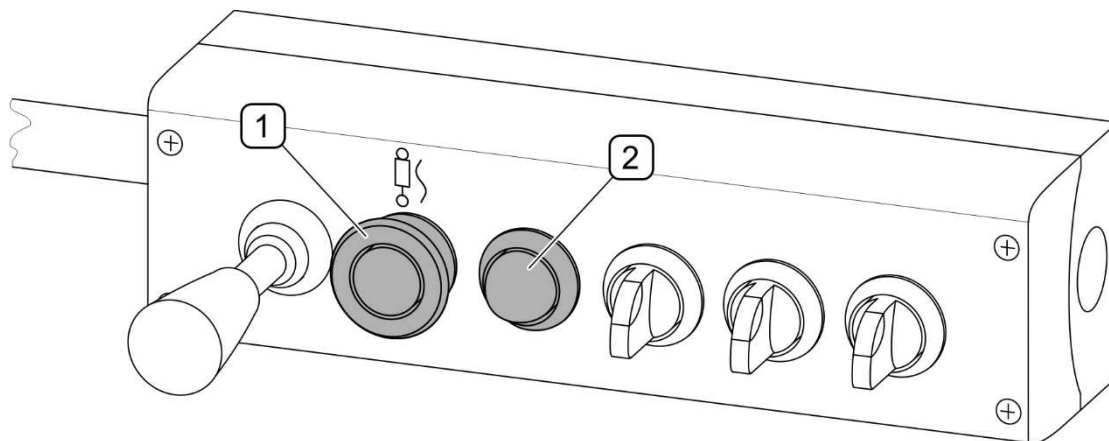

FIGURE 4.14 Commutateur de fonction flottante
(1) - commutateur de fonction flottante; (2) - voyant signalant l'activation de la fonction flottante.
Afin d'activer la fonction flottante (FIGURE 4.14) il faut utiliser le bouton (1). L'activation de la fonction flottante est signalée par le voyant (2) de couleur vert. Après avoir appuyé à nouveau sur le bouton (1), la fonction flottante est désactivée et le voyant (2) s'éteint. La fonction flottante permet la copie du terrain lors du déneigement, à savoir le système de